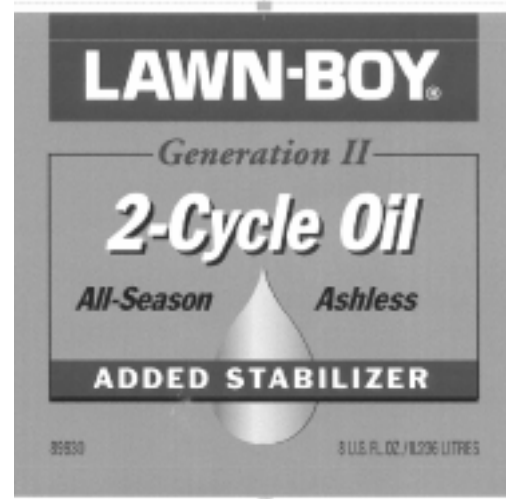

Figure 4
Utiliser uniquement de l'huile 2-temps *Lawn-Boy Generation II 2-Cycle Oil* (Fig. 4) ou une huile 2-temps sans cendres équivalente, de première qualité, certifiée NMMA TCW III.
Ajouter de l'huile 2 temps *Lawn-Boy Generation II 2-Cycle Oil* (Fig. 4) ou une huile équivalente à de l'essence sans plomb fraîche conformément au tableau ci-dessous :
2. Y ajouter toute la quantité spécifiée d'huile 2 temps *Lawn-Boy Generation II 2-Cycle Oil* (Fig. 4) ou d'une huile équivalente.
**IMPORTANT :** Ne pas ajouter d'additifs au carburant, si ce n'est un stabilisateur lors du remisage. Ne pas utiliser de stabilisateurs à base d'alcools tels que l'éthanol, le méthanol ou l'isopropanol. L'emploi d'un stabilisateur n'est pas nécessaire si l'on utilise un additif si l'on utilise de l'huile 2 temps *Lawn-Boy Generation II 2-Cycle Oil* (Fig. 4).